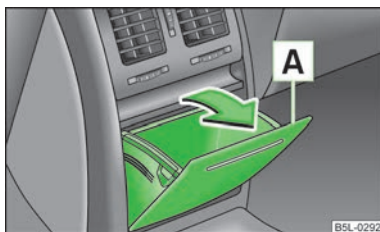

Fig. 82
► Deschideți compartimentul de depozitare trăgând de marginea de sus a acestuia [A] în sensul săgeții » fig. 82.